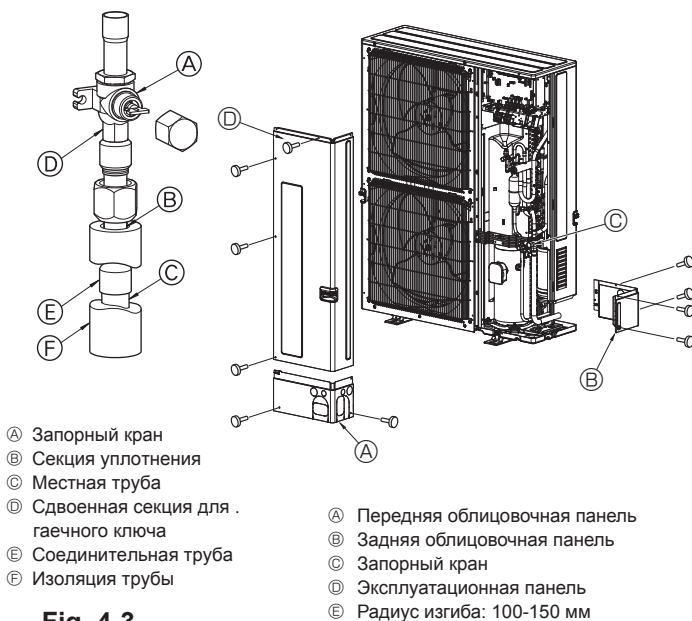

Fig. 4-3
- 3 Для соединения труб со стороны газа необходимо выполнить следующие операции. (Fig. 4-3)